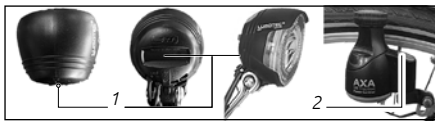

Abb.:38
Zum Einschalten der Beleuchtung drücken Sie je nach Ausstattung von oben auf den Druckknopf des Seitenläuferdynamos (siehe „Abb.:38 (2)“) oder betätigen Sie den Schalthebel. Der Dynamo sollte dann an das Rad klacken. Die Reibrolle muss den Reifen an der dafür vorgesehenen Fläche auf der ganzen Breite berühren. Zum Ausschalten der Beleuchtung schwenken Sie den Seitenläuferdynamo vom Rad nach außen weg.
Scheinwerfers in die Position „ON“, „1“ oder „D“ (siehe „Abb.:38 (1)“).